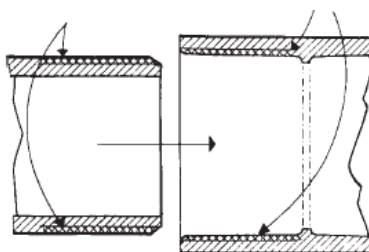

Figura 1 - Áreas do tubo e da conexão que dever ser amolecidas
- A dissolução do material pode ser alcançada com o uso somente da cola ou com o uso do *primer* e da cola em conjunto. O *primer* correto irá penetrar e dissolver o plástico mais rapidamente do que a cola. Em temperaturas baixas, mais tempo de exposição e mais aplicações são requeridas (Figura 1).